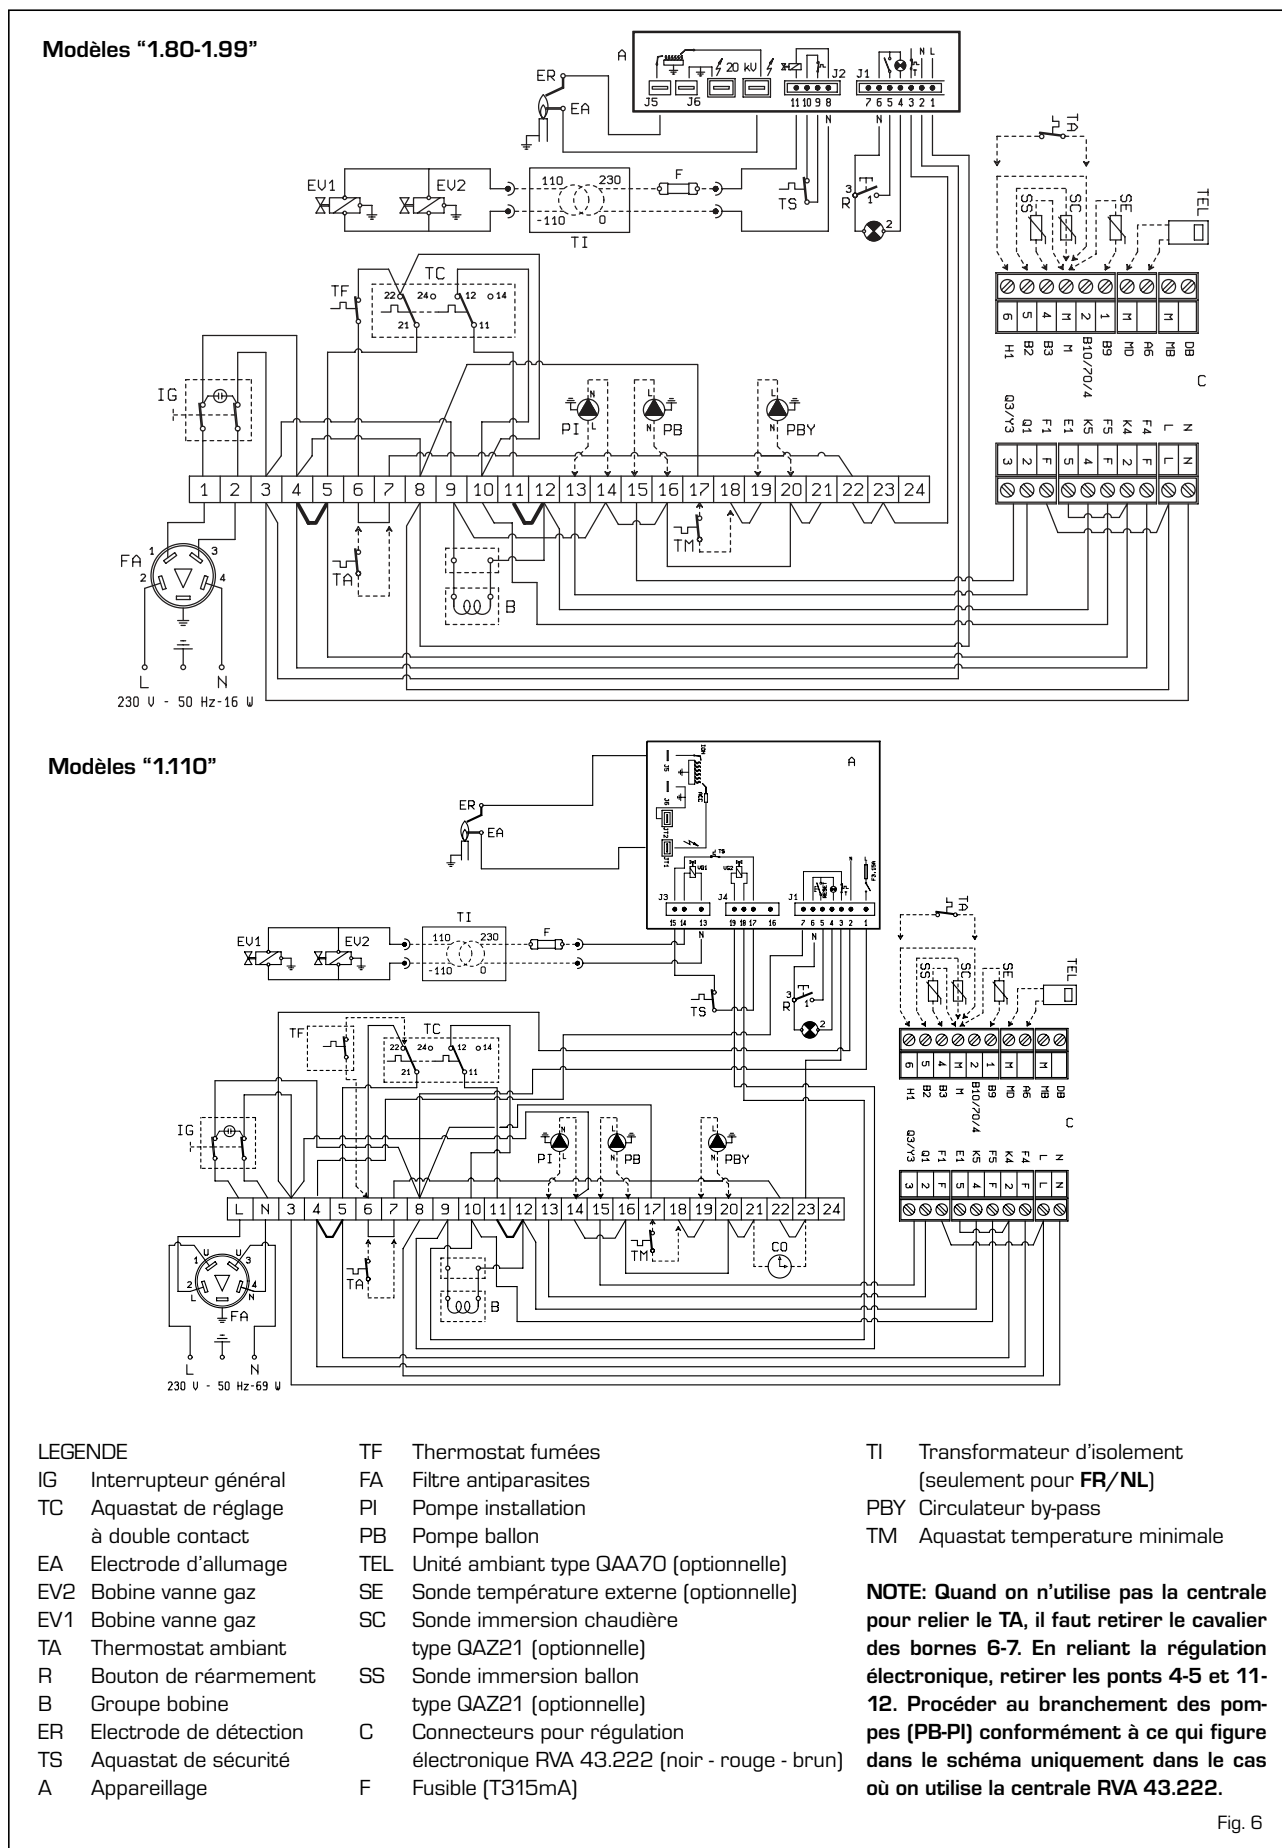

Fig. 6
polarisés de manière qu'il ne soit pas possible d'en intervertir l'ordre. Pour installer la régulation électronique, il est nécessaire de relier ces connecteurs et de retirer de la boîte à bornes les ponts 4-5 et 11-12 (marqués en caractères gras dans le schéma de la fig. 6). La régulation électronique permet en outre l'utilisation de sondes et d'unités de milieu ambiant dont les connecteurs, polarisés et colorés, se trouvent dans un sachet à l'intérieur du tableau de commande.
Le bulbe de la sonde de bouilleur extérieure éventuelle (SS), optional cod. 6277110, doit être introduit dans la gaine du ballon et celui de la sonde chaudière (SC) dans la gaine de la chaudière. Pour le montage de la sonde de température externe (SE), respecter les instructions figurant sur l'emballage de la sonde elle-même. Pour procéder au branchement électrique, se référer au schéma de la figure 6.